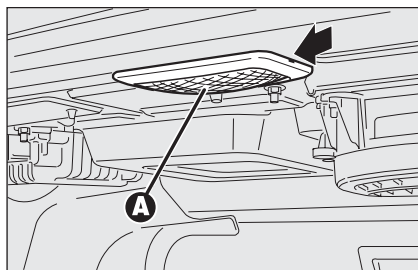

fig. 52
- enlever le plafonnier **A-fig. 52** en faisant levier sur le point indiqué par la flèche;